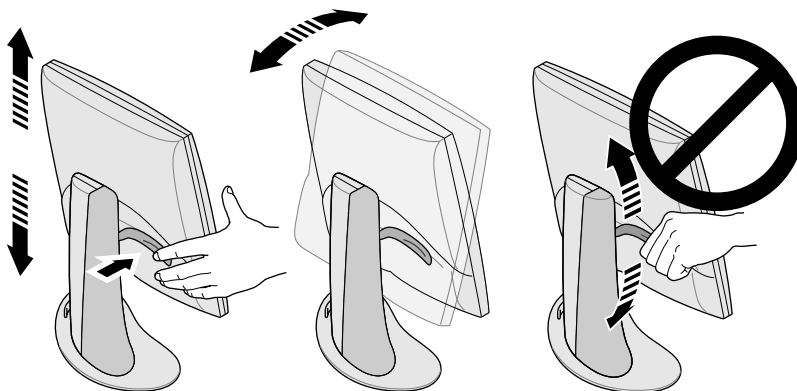

図 1-3 モニタの高さおよび角度の調節
2. モニタを一番高い位置まで上げます。そうすると、ねじの取り外しが簡単になります (図 1-3 参照)。